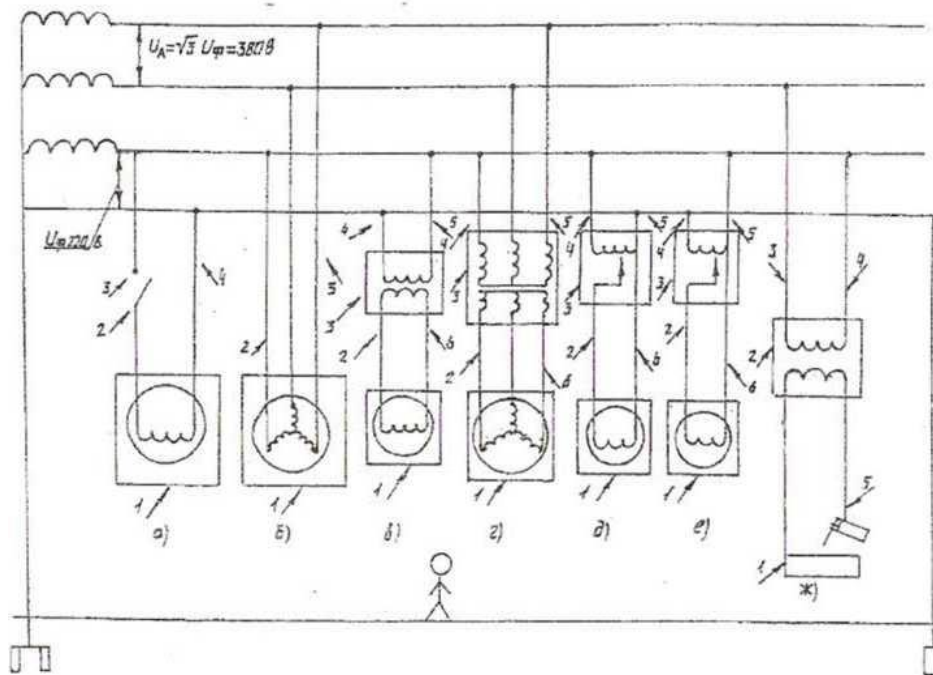

Рис. 1. Принципиальные электрические схемы подключения потребителей и возможные контакты человека с элементами электрооборудования:
- 3.1. Начертите принципиальную схему электропоражения и установите возможные контакты человека с элементами трехфазной электросети с глухозаземленной нейтралью питающего трансформатора, используя рисунок 1.